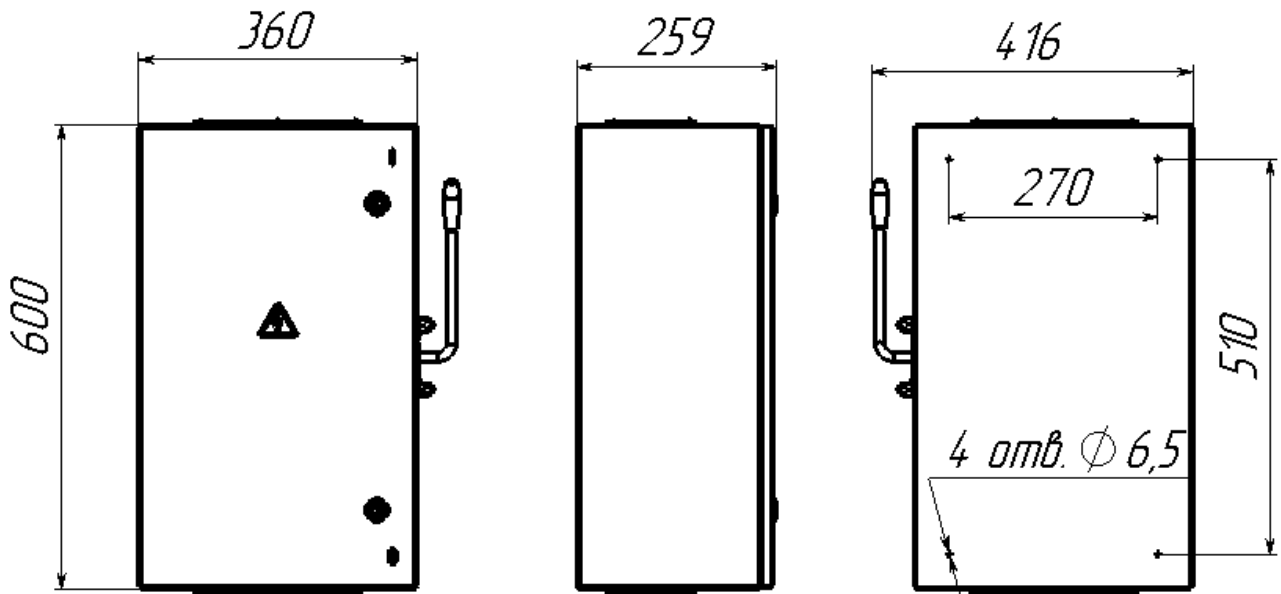

Рис.1. Внешний вид, габаритные и установочные размеры корпуса ящика силового ЯБПВУ-250-54-У3-Узола.
2.13. Габаритные и установочные размеры	- см. рис.1;